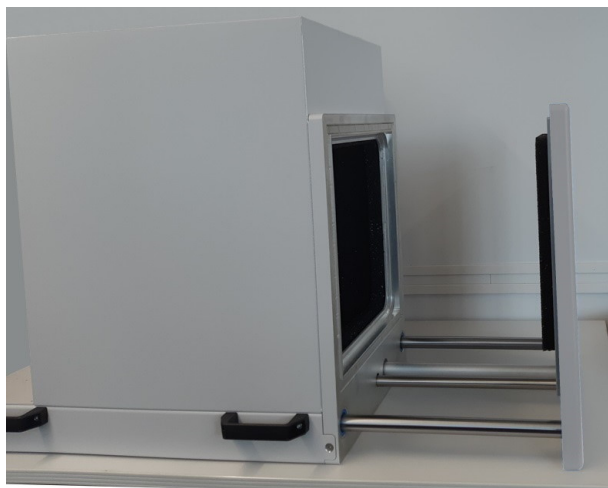

Bild 6-2: Öppen dörren helt över bordet
- Lämnar plats för öppning av dörren, se bild 6-2.
b) Den öppnade dörren är helt ovanför bordet, så som visas i bild 6-2.